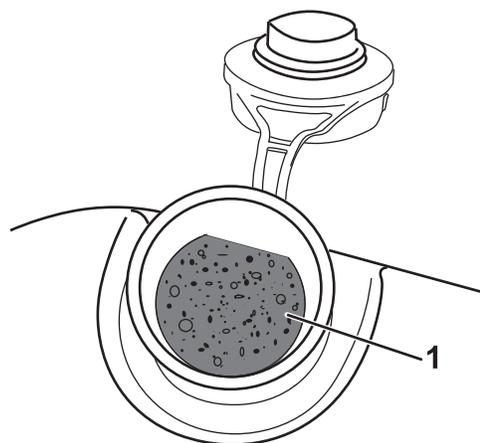

Figure 13
**Important:** La tondeuse est équipée d'un réservoir de supercarburant comprenant un insert en mousse pour éviter l'agitation du carburant. Ne retirez jamais l'élément en mousse car il permet au moteur d'utiliser n'importe quel carburant (Figure 13).